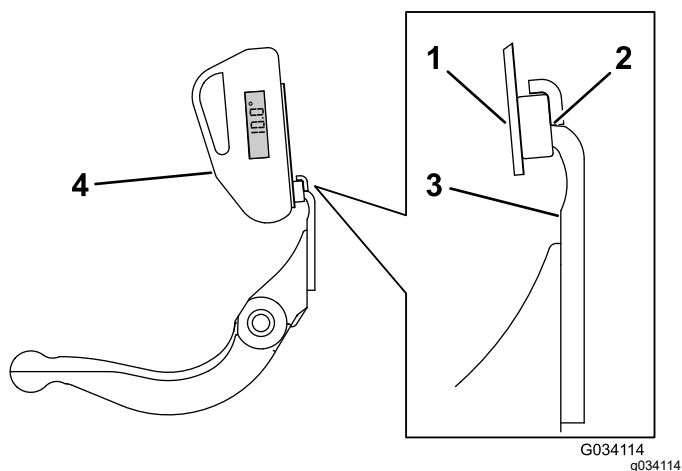

Figura 27
3. Coloque el soporte del indicador de ángulo sobre el filo de la contracuchilla de manera que el borde del imán esté enrasado con el filo de la contracuchilla (Figura 27).
4. Coloque el indicador de ángulo en el soporte, según se muestra en Figura 27.